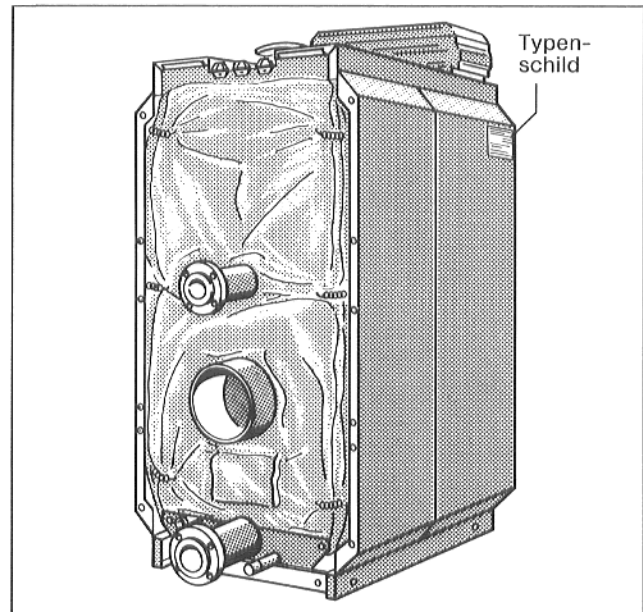

Abb. 26
- Rückwandwärmeschutz an Kesselkörperrückwand anlegen und mit 6 Spannfedern an der umlaufenden Wärmeschutzmatte befestigen (Abb. 26).
- Enden der Wärmeschutzmatte hinter Traverse und Seitenwandabkantung drücken (Abb. 26).
- Zweites Typenschild auf linke oder rechte Seitenwand befestigen (Abb. 26).